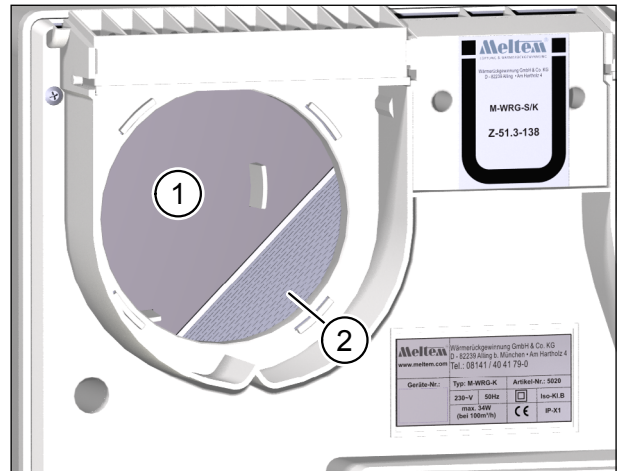

Abb. 6: Filterboden an Abluftseite bei Bedarf reinigen
- ▶ Überprüfen Sie den Filterboden an der Abluftseite (Pos. 1 in Abb. 6) auf Verunreinigungen.
- ▶ Decken Sie den Wärmeübertrager (Pos. 2 in Abb. 6) mit einem fusselfreien Tuch ab. So verhindern Sie, dass Schmutz in den Wärmeübertrager eindringt.